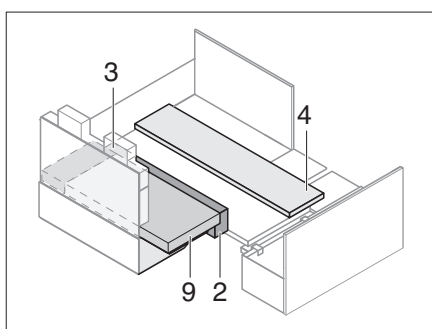

Fig. 222 Posizionamento dei cuscini aggiuntivi
- Posizionare i cuscini aggiuntivi (Fig. 222). La distanza risulta dai cuscini aggiunti.
- Applicare i cuscini dei sedili e gli allargamenti del sedile. Collocare i cuscini degli schienali (Fig. 222,9) sui cuscini aggiuntivi.